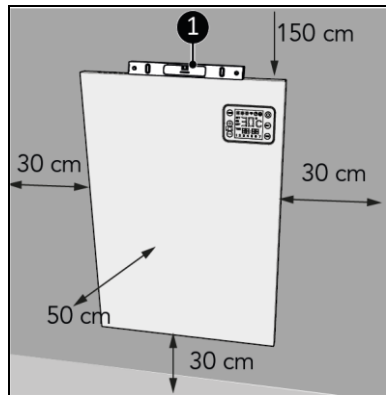

Abbildung 7
1. Stellen Sie das Gerät auf eine vertikale und feste Oberfläche. Verwenden Sie beim Aufstellen des Geräts eine Wasserwaage (Abbildung 7, Pos. 1).
2. Platzieren Sie das Gerät mit einem Mindestabstand (Abbildung 7) von: